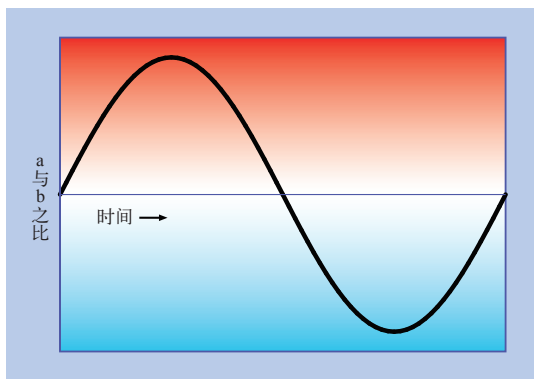

图 5-49 音频正弦波可以由任何通过空气振动发声的乐器产生，例如笛子；它是非常柔和、悦耳的声波
除以绳子的长度。将测量结果绘成曲线，就得到了正弦波，如图 5-49 所示。请注意，当球运动到水平起始线以下时，我们认为它的距离为负，所以正弦波也进入负半轴。
- 我们可以用相对较高和较低的电压表示高压力波和低压力波，这就是我在图 5-49 中使用红蓝两色背景的原因。